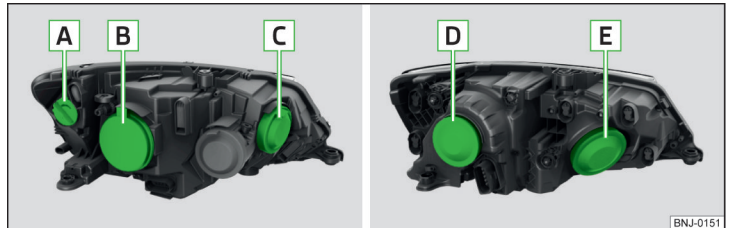

Abb. 194 Prinzipdarstellung: Halogen-Scheinwerfer / Halogen-Projektor-scheinwerfer
Glühlampenordnung » Abb. 194
- Die Schutzkappe **B** » Abb. 194 auf Seite 192 abnehmen.
- Die Schutzkappe **B** » Abb. 194 auf Seite 192 einsetzen.
- Die Schutzkappe **C** » Abb. 194 auf Seite 192 abnehmen.
- Die Schutzkappe **C** » Abb. 194 auf Seite 192 einsetzen.
- › Die Schutzkappe **B** » Abb. 194 auf Seite 192 abnehmen.
- › Die Schutzkappe **B** » Abb. 194 auf Seite 192 einsetzen.
- › Die Schutzkappe **D** » Abb. 194 auf Seite 192 abnehmen.